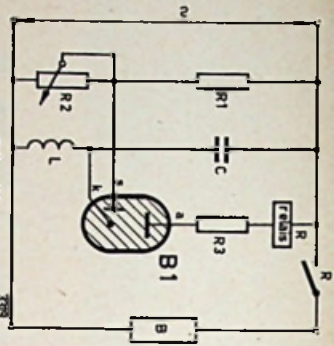

Fig. 11
- Philips, Cold Cathode Tubes, o.a. voor de schakelingen uit fig. 11, 13, 14, 15 en 16.
De schakeling uit fig. 11 kan o.a. worden gebruikt voor afstandsbediening, zoals het inschakelen van boilers gedurende de nacht, hetgeen soms van-